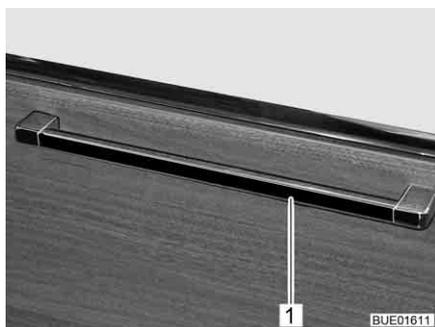

Fig. 43 Trampa de muebles con tirador de desbloqueo
- Según la posición de instalación, presionar el tirador de desbloqueo (Fig. 43,1) hacia arriba, hacia el lado o hacia abajo y mantenerlo presionado.